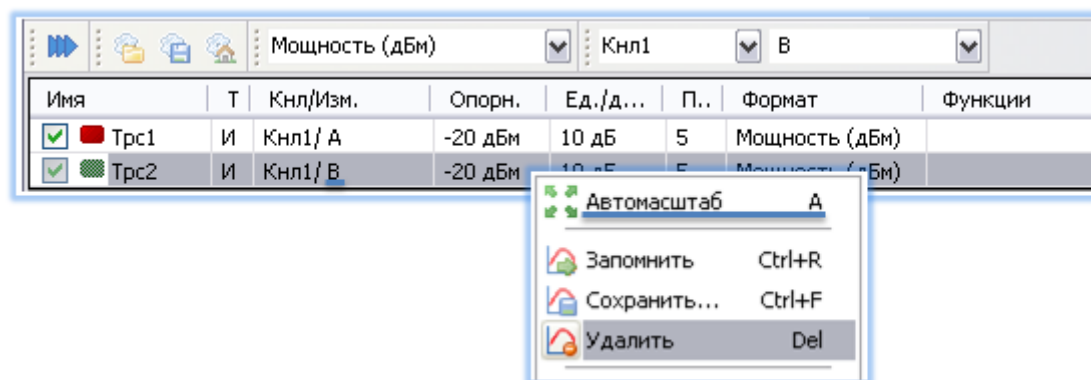

Рисунок 4 – Удаление трассы
7.3.8 Удалить трассу с привязкой к входу «В» (рисунок 4). Произвести автомасштаб измеренных данных.
7.5.12 В ПО нажать кнопку «Восстановить начальные параметры», удалить трассу с привязкой к входу «А» (рисунок 4). Кнопка «СВЧ» на передней панели P2M-04A должна быть нажата. Запустить процесс измерений в ПО.